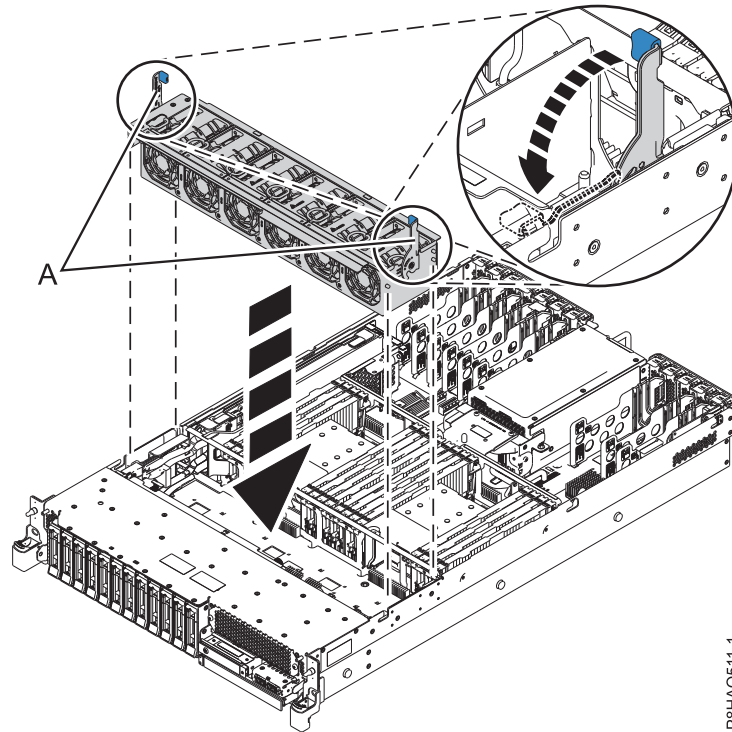

Figura 5. Sustitución del receptáculo de ventilador
- b. Inserte el receptáculo de ventilador en el sistema sujetándolo por los pestillos de los puntos de contacto azules (A), como se muestra en la Figura 5.
- c. Gire los pestillos (A) como se muestra en la Figura 5, para ajustar el receptáculo de ventilador en su sitio.